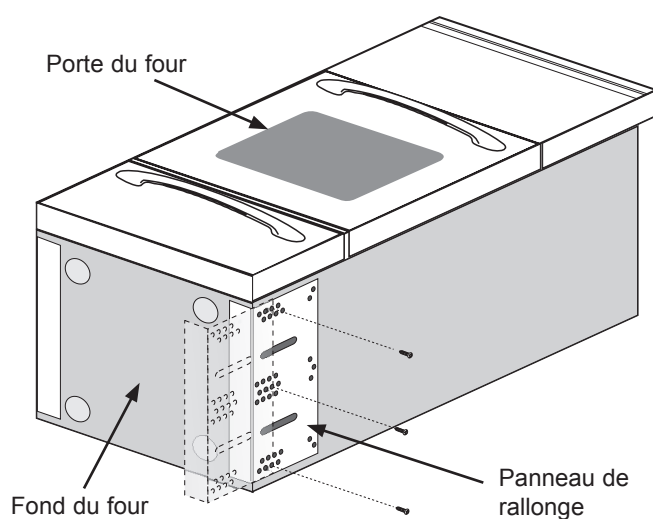

Figure 6
1. Coucher le four sur le dos (voir figure 6).